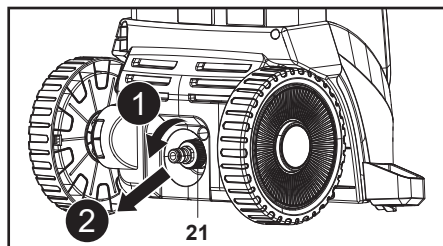

Fig. 19
1. Retirer l'adaptateur d'arrivée d'eau (21) du raccord d'arrivée d'eau (13) (Fig. 19).